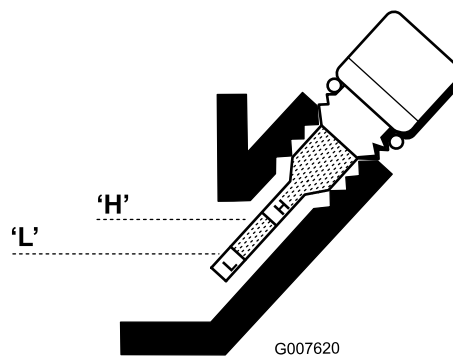

Figure 35
6. Si le niveau est trop bas, ajoutez juste assez d'huile pour le faire monter entre les repères « H » et « L » sur la jauge (Figure 35). Vérifiez le niveau d'huile.